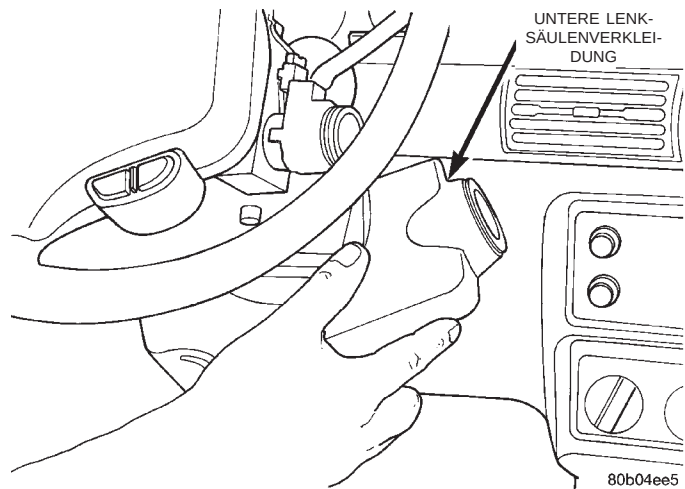

Abb. 16 Untere Lenksäulenverkleidung ausbauen
(5) Untere Lenksäulenverkleidung bei abgezogenem Zündschlüssel ausbauen (Abb. 16).